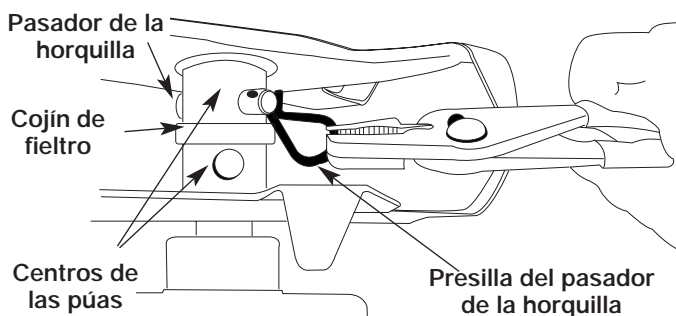

Figure 19
- Coloque el control de encendido y apagado en la posición de **APAGADO (O)** y desconecte el cable de la bujía de encendido.
- Saque las presillas del pasador de la horquilla y los pasadores de la horquilla (Fig. 19).